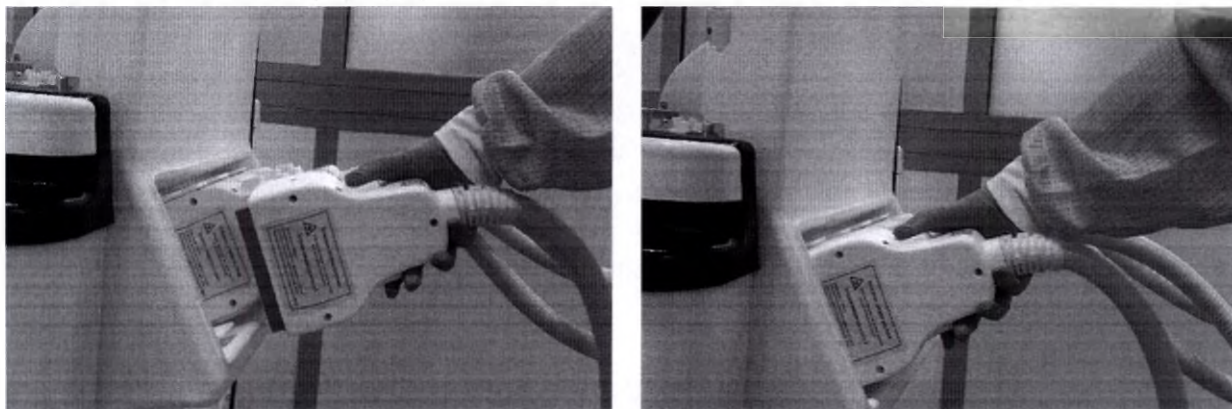

Рис.8.6 – Установка манипулы в держатель
8.4.1. Вставьте манипулу в держатель до щелчка как показано на рис.8.6.